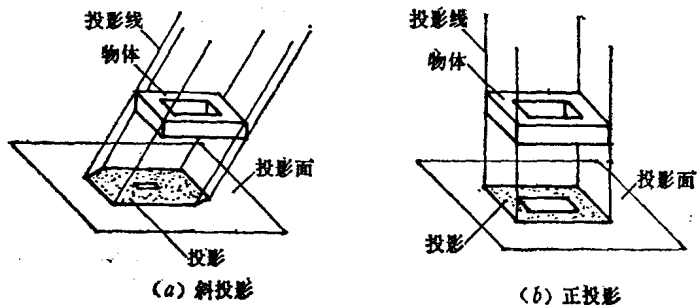

图 1-2 平行投影
1) 斜投影。指投影线与投影面斜交形成的投影，如图1-2(a)所示。
2)正投影。指投影线与投影面正交(垂直)形成的投影,如图1-2(b)所示。